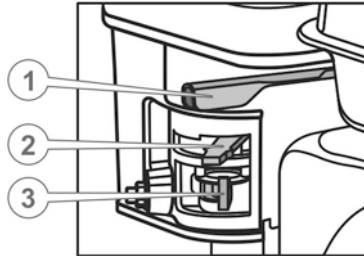

Рисунок 5.4. Регулювальні елементи карбюратора
2. Відкрийте паливний кран (перемістіть його в положення «ON») (див. рисунок 5.4.).